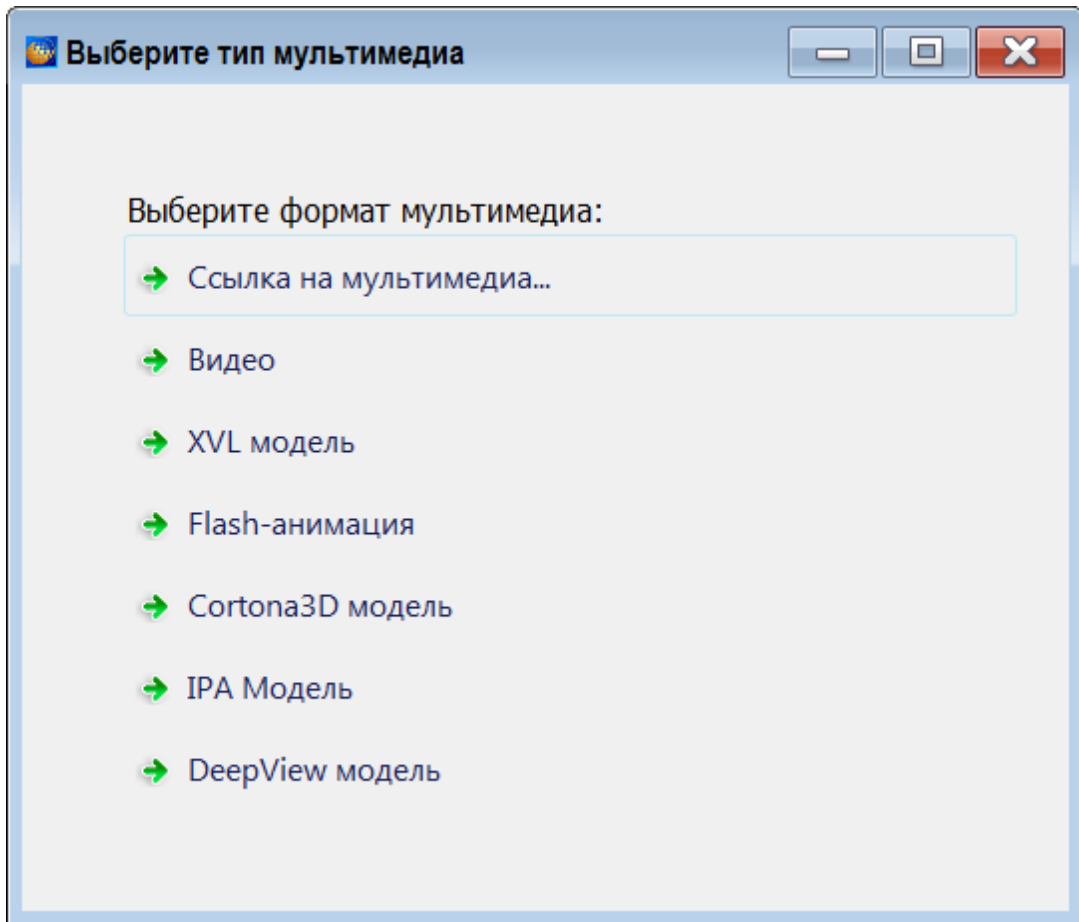
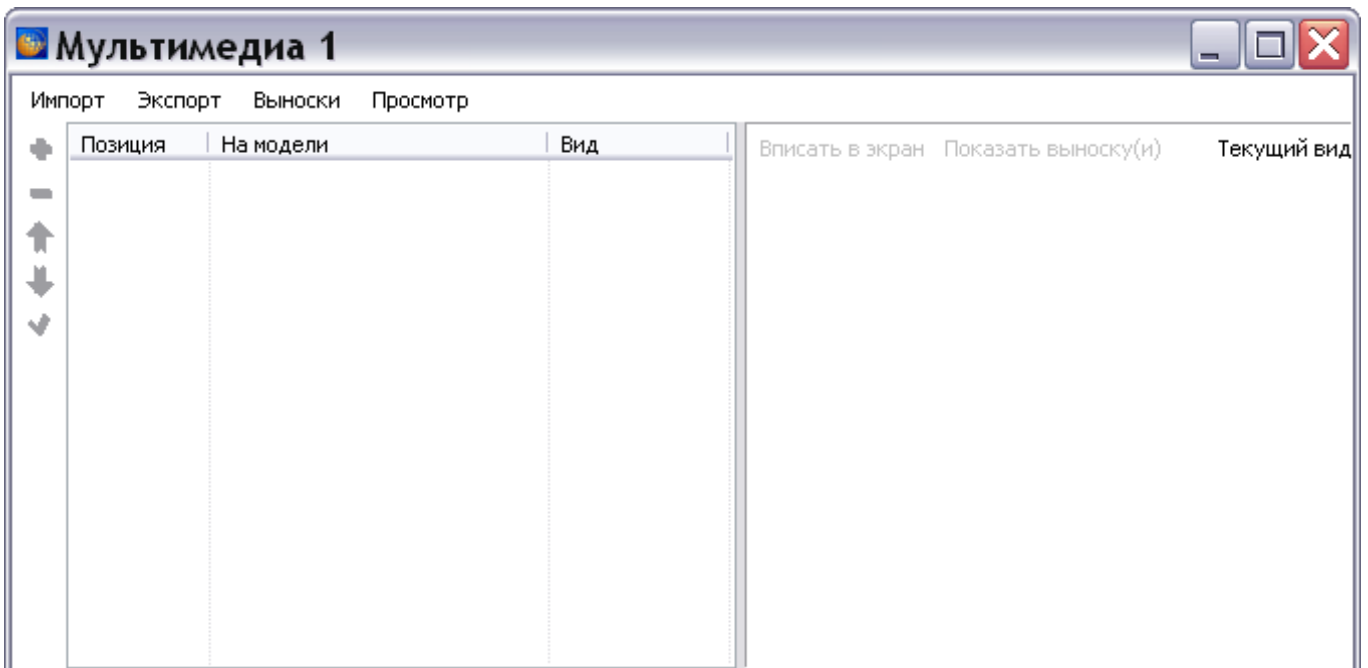

Рисунок 411
Рисунок 412
4) Выберите тип мультимедиа (рисунок 411). В примере описана вставка XVL модели (рисунок 412). На компьютере должен быть установлен Lattice 3D Player.